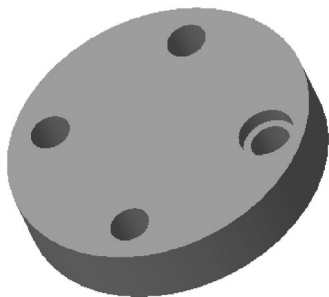

图 7-54 打开模型文件
STEP 01 单击快速访问工具栏中的“打开”按钮, 打开模型文件, 如图 7-54 所示。